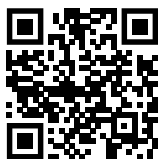

Fig. 97
- Öffnen sie das Liebherr SmartMonitoring Dashboard. (siehe Fig. 97)